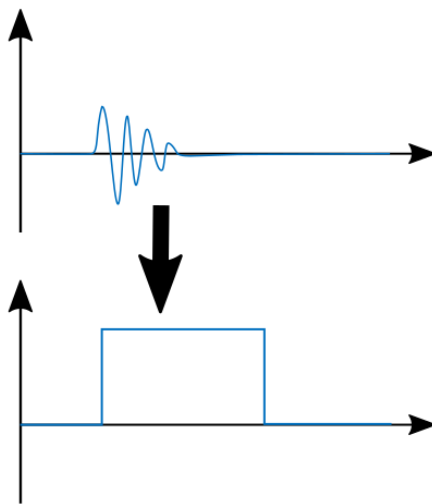

Figure 1: Transformation du signal HO2
Le résultat de ces transformations est illustré à la Figure 1. La transformation (1) se fera au moyen d'un comparateur, et la transformation (2) au moyen d'un circuit intégré NE555 (en mode bascule monostable).